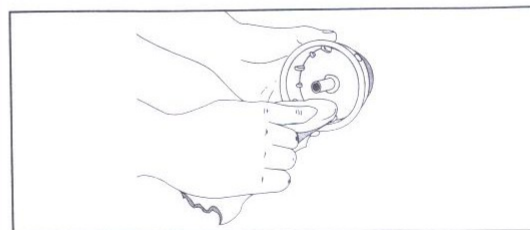

Fig. 12
4. Der benyttes en ren klud til rengøring af den indvendige spole, fjeder, aksel og indvendig overflade af yderspole (Fig. 12).
4. Der benyttes en ren klud til rengøring af inderspøle, fjeder, aksel og indvendig overflade af yderspøle (Fig. 12).